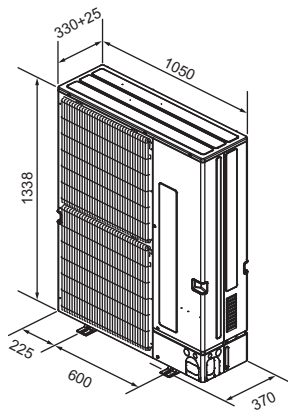

Fig. 2-1
2.3. Dimensiones exteriores (Unidad exterior) (Fig. 2-1) Limitaciones en la instalación de las unidades interiores